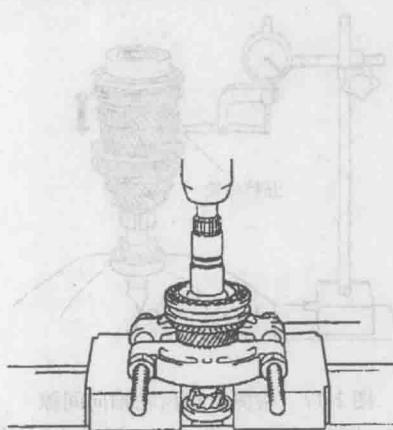

图 1-24 拆下三档齿轮
24) 用压力机按图 1-24 所示方法拆下同步器总成、同步环和三档齿轮。